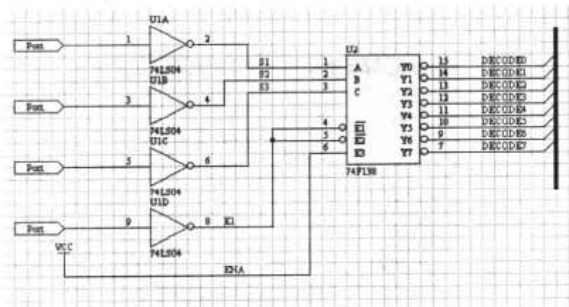

图 4-42 放置端口实例
- (1) 执行菜单命令 Place|Port，或用鼠标左键单击电路绘图工具栏 PlacePort 按钮 ，或按下 Alt+P+R 键，即进入放置端口的状态。
- (2) 确定端口的左边界。执行命令后，光标形状变成了十字形状，并带上了一个浮动的端口；移动十字光标到适当位置，单击鼠标左键或按下 Enter 键，即可确定端口的左边界。
- (3) 确定端口的右边界。端口左边界确定后，其右边界随着光标的移动而移动，单击鼠标左键或按下 Enter 键，即可确定端口的右边界。
- (4) 此时系统仍然处于放置端口状态，可以继续放置其他端口，或者单击鼠标右键，或按下 Esc 键弹出放置端口状态。将前面的实例增加端口，即如图 4-42 所示。